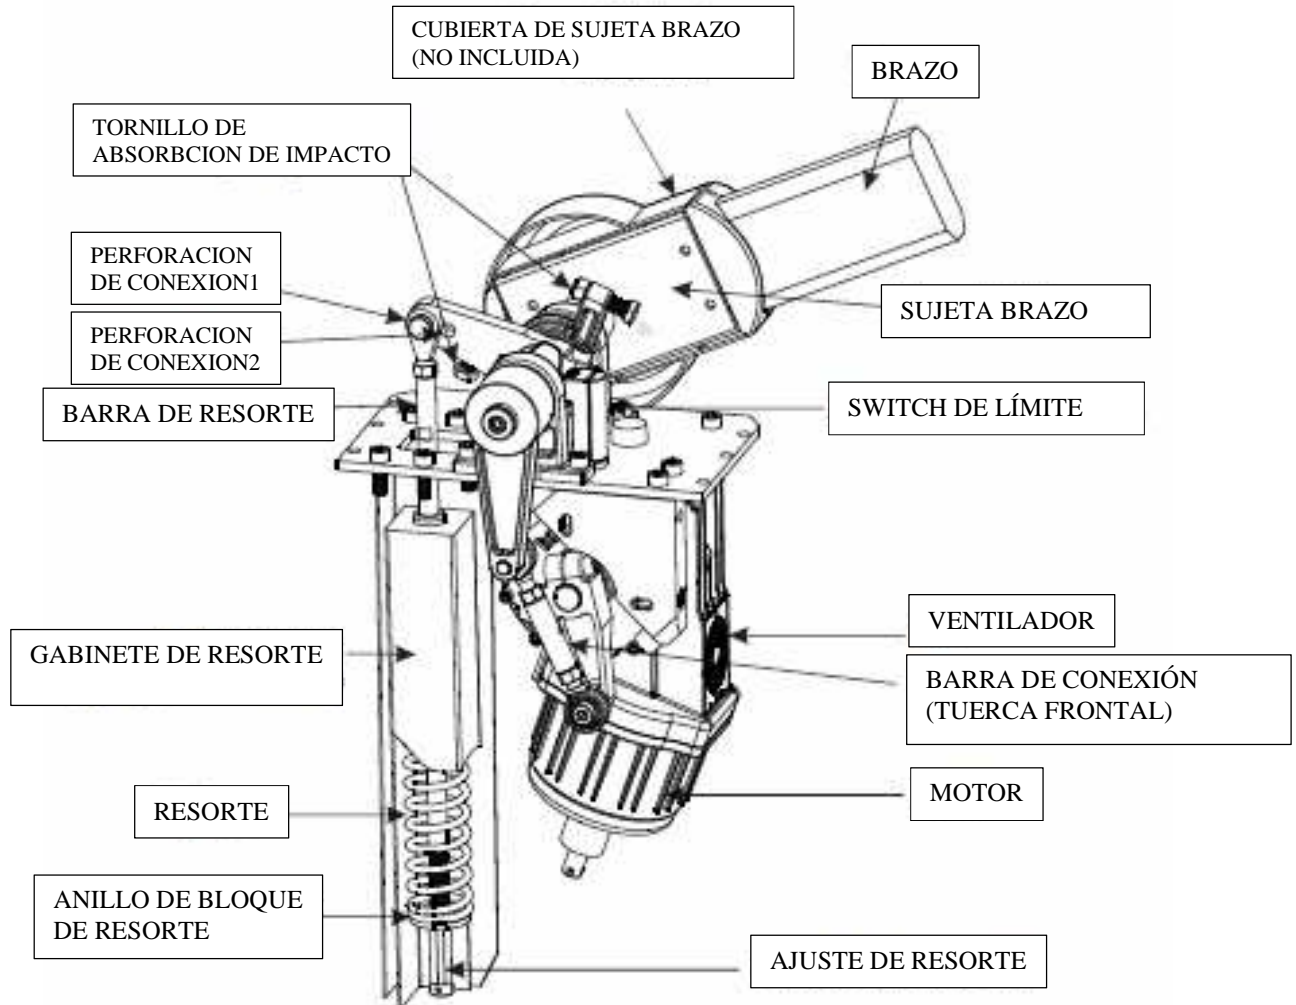

Ilustración 2
- Funciones y características, *ver ilustración 2.*